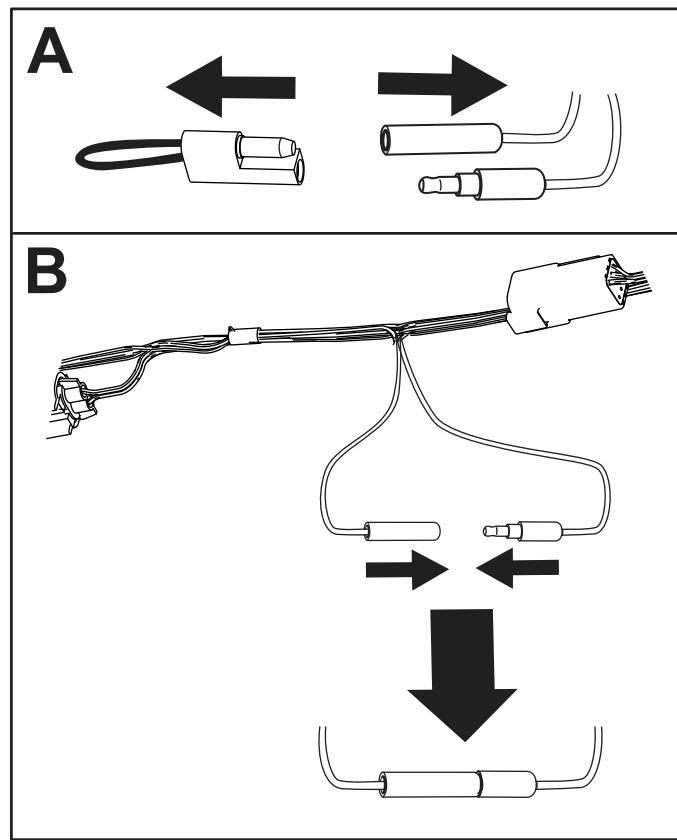

Bild 9
1. Ziehen Sie den Stecker von den Kalibrieranschlüssen ab – achten Sie darauf, dass die Maschine auf einer ebenen Fläche steht (Bild 9).
2. Verbinden Sie die Kalibrieranschlüsse, wie in Bild 9 dargestellt.